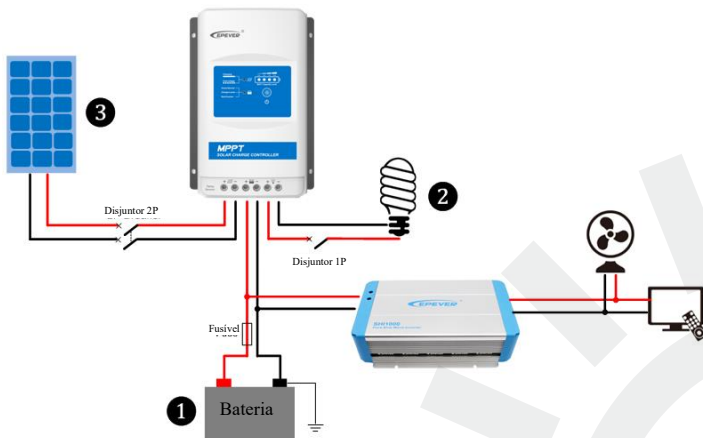

Figura 2-2 Diagrama esquemático de conexões
Passo 2: Conecte o sistema na ordem de ① bateria → ② carregador → ③ arranjo FV de acordo com a Figura 2-2, “Diagrama esquemático de conexões” e desconecte o sistema na ordem inversa ③ ② ①.